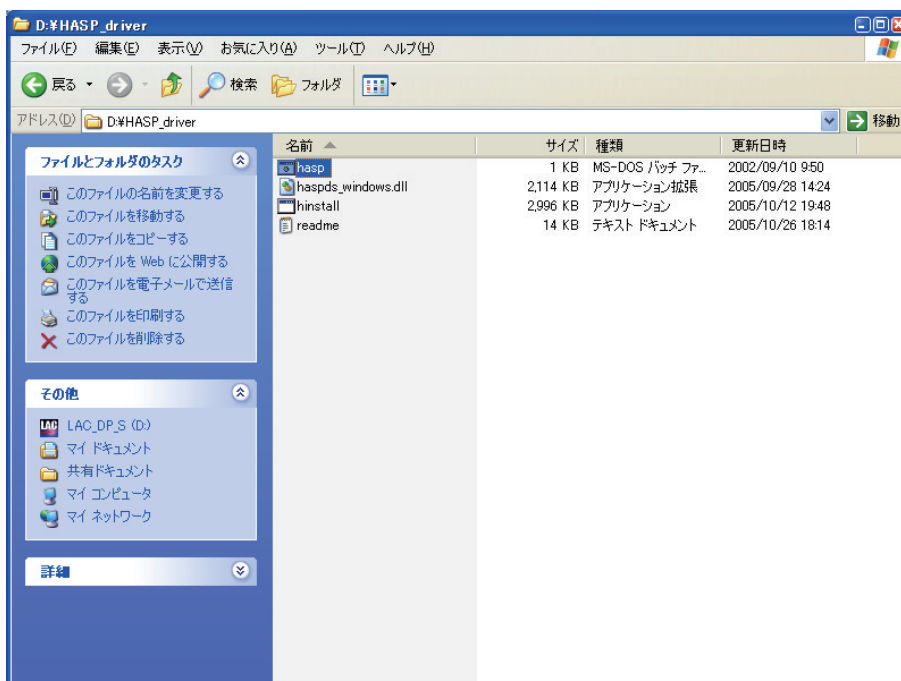

図4-6-5
- 5 「HASP_driver」をダブルクリックすると、以下のファイルが表示されますので、この中の「hasp」をダブルクリックします(図4-6-5)。